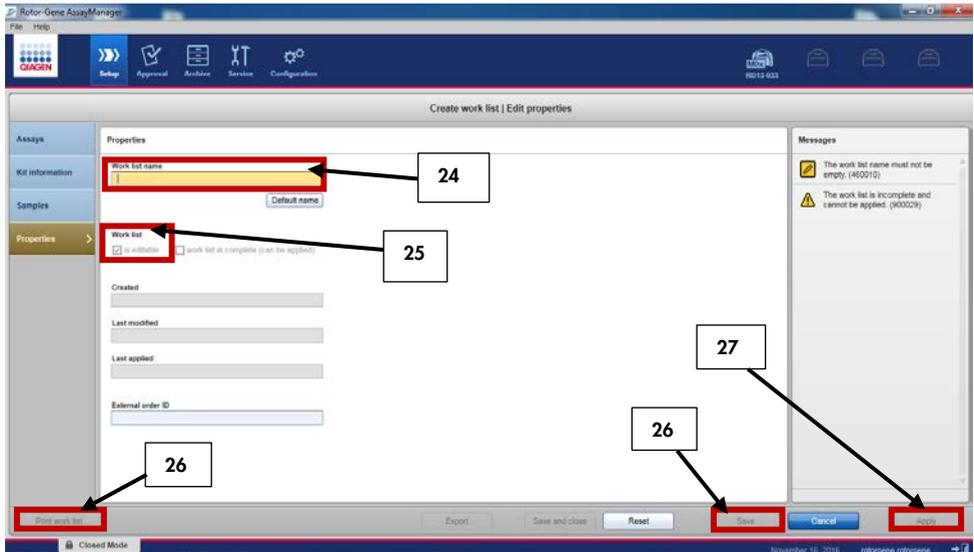

Abbildung 11. Erstellen der Arbeitsliste.
24. Wählen Sie die Registerkarte „Properties“ (Eigenschaften) aus und geben Sie einen Arbeitslistenamen ein (Abbildung 11).